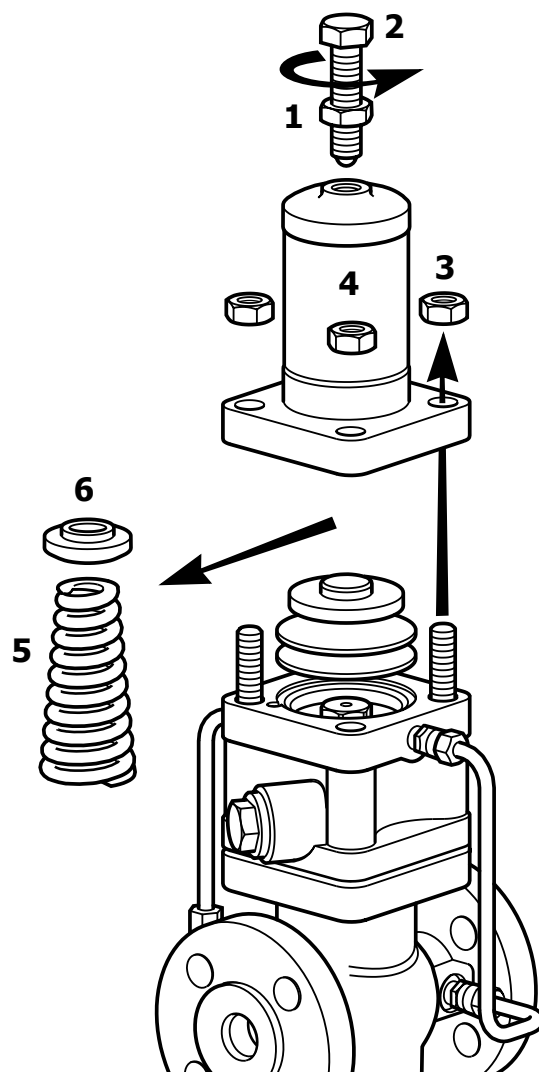

Рис. 8
5.3 Замена настроечной пружины (рис. 8)